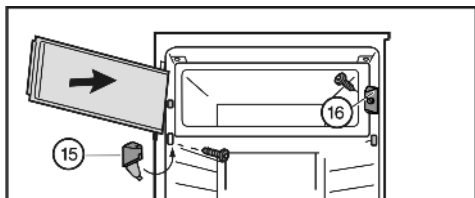

Fig. 8
- ▶ Zamontować element zamykający Fig. 8 (16).
- ▶ Zamontować płytkę zawiasu Fig. 8 (15) i zamknąć osłonę.